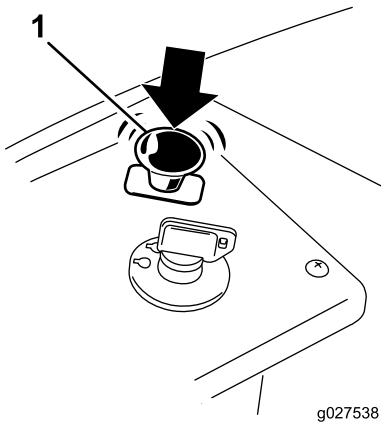

Figura 12
1. Desengrane las cuchillas moviendo el mando de control de las cuchillas a Desengranado (Figura 12).